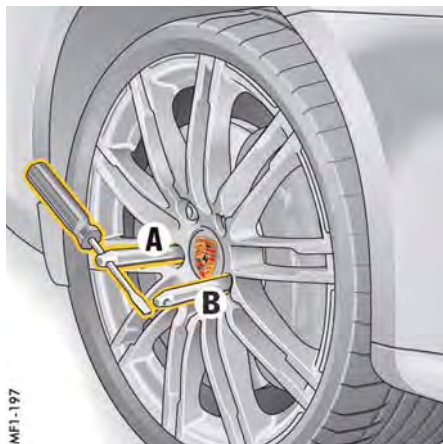

図129: 組み付け補助工具
1. PCCB非装備車：ホイール・ボルト **A** を取り外してください(図129)。
PCCB装備車：ホイール・ボルト **A** および **B** を取り外してください(図129)。
2. 必要に応じて、取り外したホイール・ボルト **A** の代わりに、ホイール取り付け補助工具 **B** をねじ込んでください(図129)。